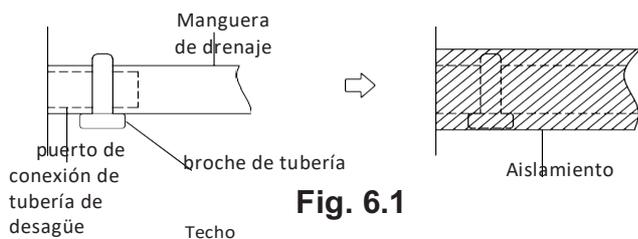

Fig. 6.1
2. Coloque la boca de la manguera de desagüe a la tubería de salida de la unidad. La vaina de la boca de la manguera y sujetarlo firmemente con un cierre de tubería. (Fig 6.1)